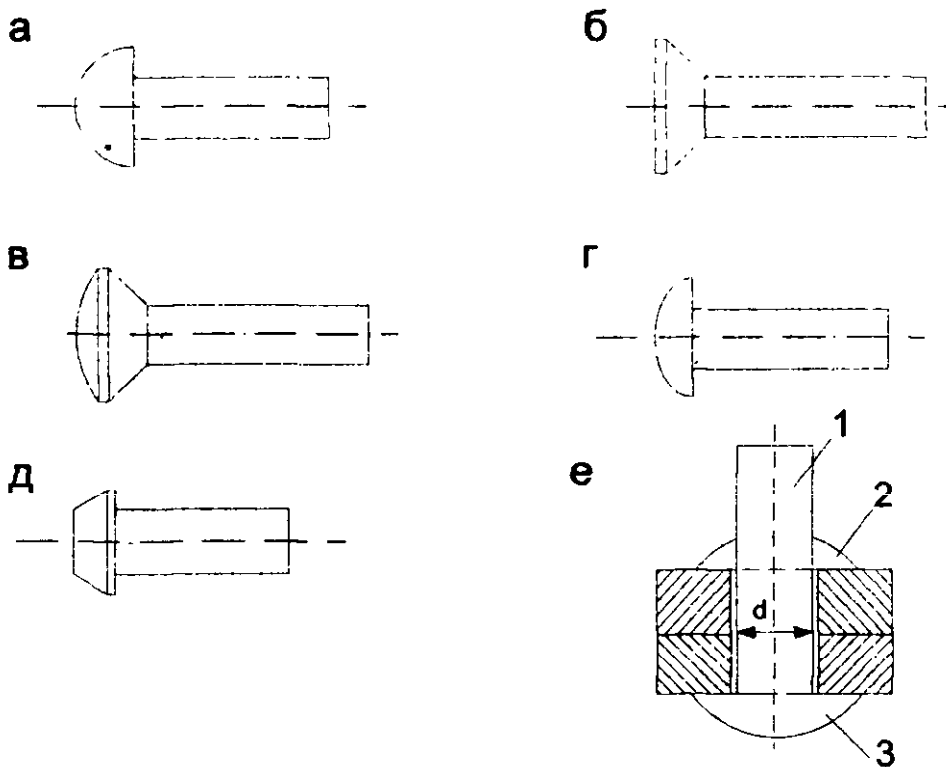

Рис. 23. Виды заклепок:
**Заклепки.** Заклепка — цилиндрический металлический стержень с головкой определенной формы. Головка заклепки, изготовленная вместе со стержнем, называется *закладной*, а другая, образующаяся во время клепки из части стержня, выступающего над поверхностью склепываемых деталей, называется *замыкающей* (рис. 23). Наиболее распространены заклепки со сплошным стержнем и полутрубчатые.